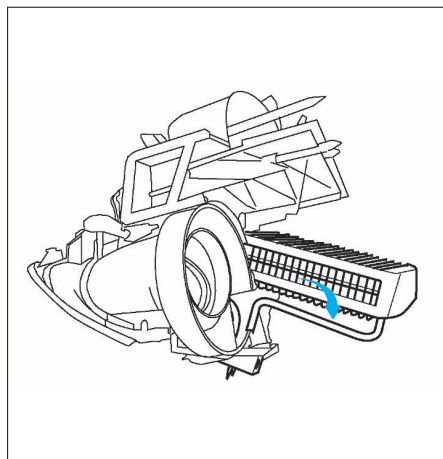

FIG. 23
- Déposer les agrafes (5).
- Faire pivoter l'évaporateur et le déposer (Fig.23).